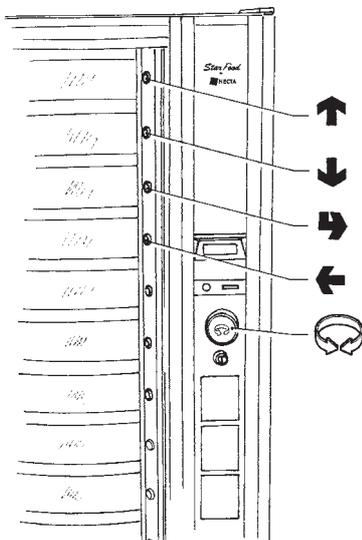

Abb. 8
- die ersten vier Wahlkosten, denen bei Wartungs- und Programmiermodus die folgenden Funktionen zugewiesen werden (siehe Abb. 8):